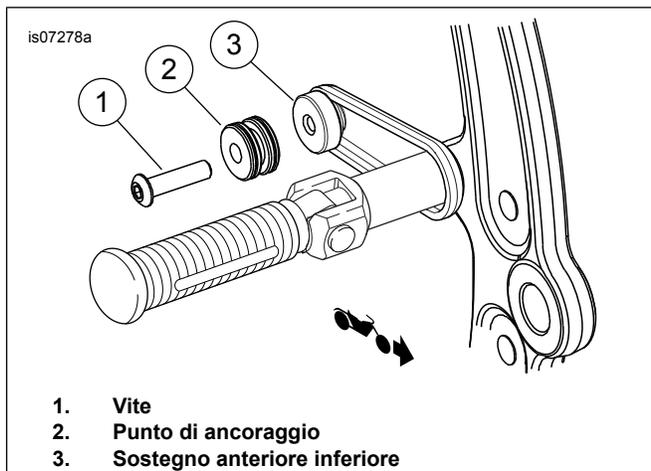

Figura 5. Punto di ancoraggio anteriore inferiore (senza altri accessori rimovibili)
1. Vedere Figura 5. Installare il gruppo del supporto della borsa anteriore inferiore (3).
2. Installare il mini punto di ancoraggio (2) sulla vite (1).
4. Inserire la vite nel foro filettato del sostegno anteriore inferiore (3). Serrare la vite a 16,3–24,4 N·m (12–18 ft-lbs).